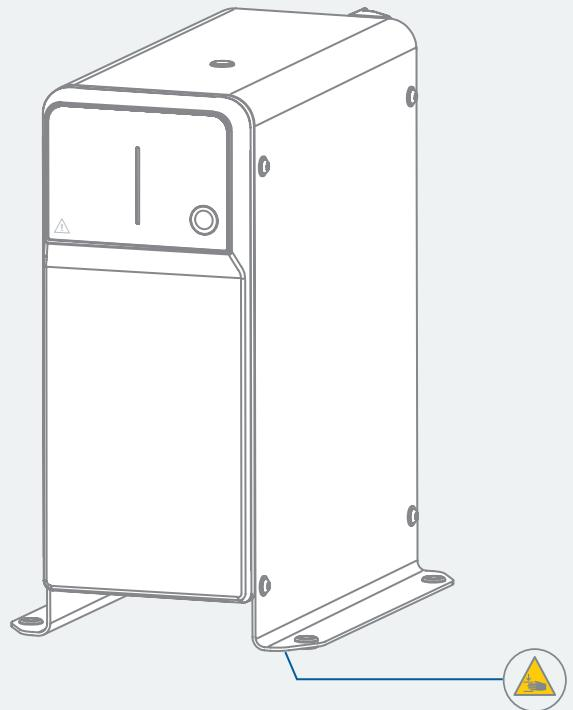

Fig. 1
- › Faites attention aux emplacements repérés sur la **Fig. 1**.